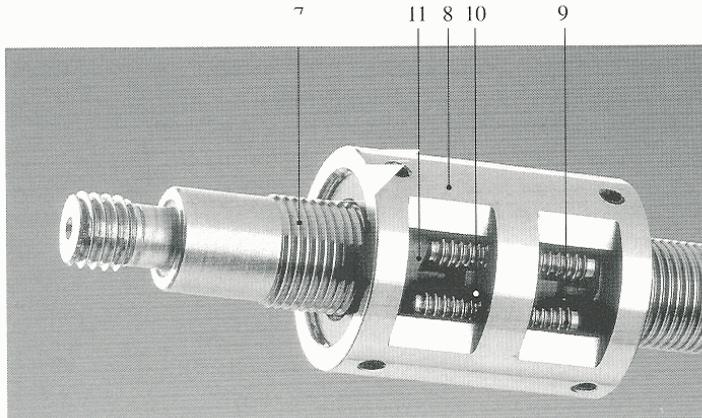

Bild 2
Gewinderollen schraubtriebe der Bauform RVR (Bild 2) weisen sehr kleine Steigungen auf und werden hauptsächlich dort eingesetzt, wo eine hohe Positioniergenauigkeit bei hoher Steifigkeit und Tragfähigkeit benötigt wird. Die Hauptelemente der Gewinderollenschraubtriebe RVR sind die Gewindespindel (7), die Gewindemutter (8) und die dazwischen angeordneten Rollen (9). Die Rollen werden in einem Käfig (10) geführt und auf Abstand gehalten.